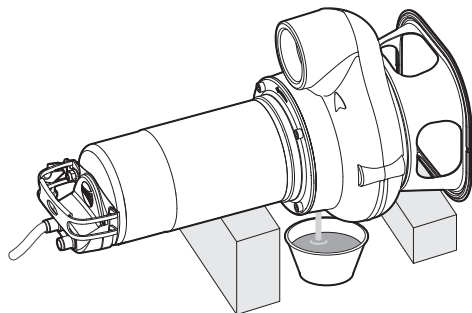

Fig. 9.2
- tourner la pompe de 180° pour vidanger l'huile dans le bac de collecte prévu à cet effet (Fig. 9.2) ;